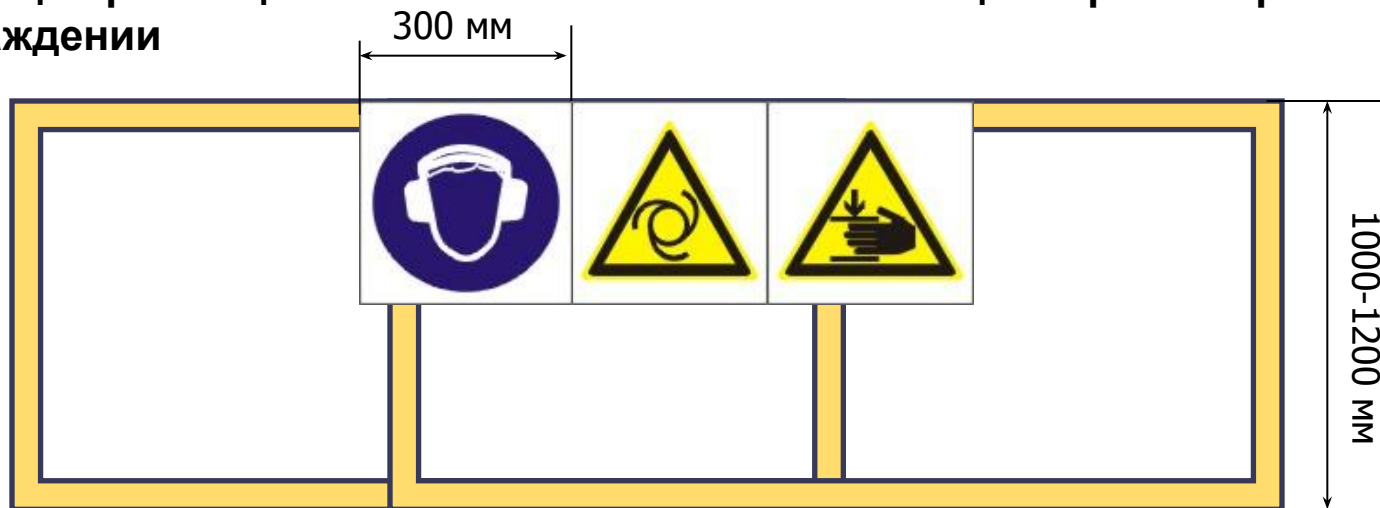

Рис.15
5. При размещении знаков безопасности на стационарных ограждениях следует использовать основные знаки безопасности, размером 300x300 мм, а также комбинированные знаки с поясняющими надписями, размером 300x400 мм. При высоте ограждения 1000-1200 мм знаки безопасности следует размещать в одну осевую линию по верхней кромке ограждения (рис. 15). Если высота ограждения более 2,5 метров знаки следует размещать на расстоянии 1600 мм от пола до нижней кромки знака (рис. 16).